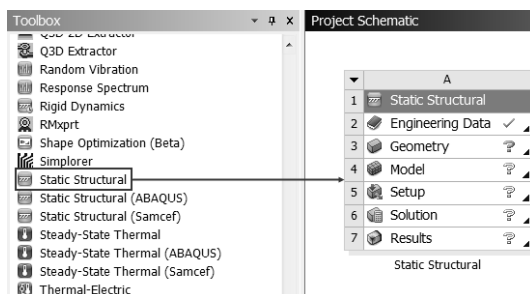

图 5-35 创建分析项目 A
Step2 : 双击主界面 Toolbox (工具箱) 中的 Analysis Systems Static Structural (静态结构分析) 命令 , 即可在 Project Schematic (项目管理区) 创建分析项目 A , 如图 5-35 所示。